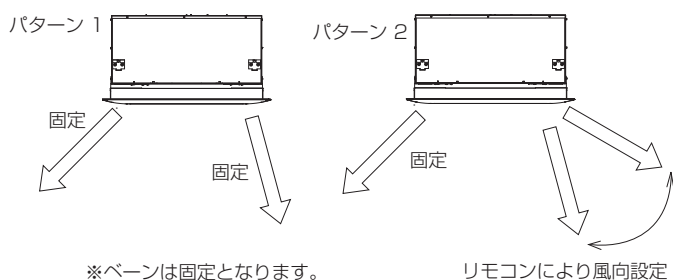

図21
- オートベーンを左右個別に設定し、吹き分けることができます。（図21）